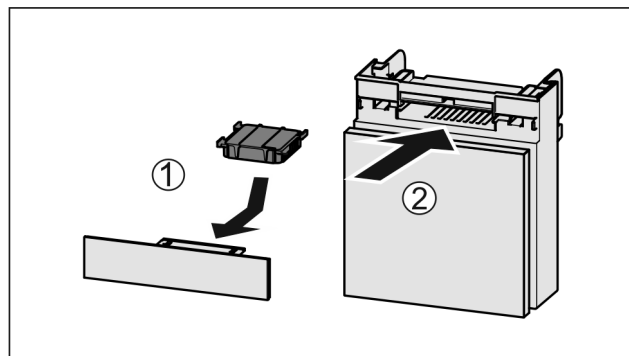

Fig. 40
- ▶ Helyezze be Fig. 40 (1) az aktív szén-szűrőt az ábrán látható módon.
- ▶ Tolja be Fig. 40 (2) a rekeszt.